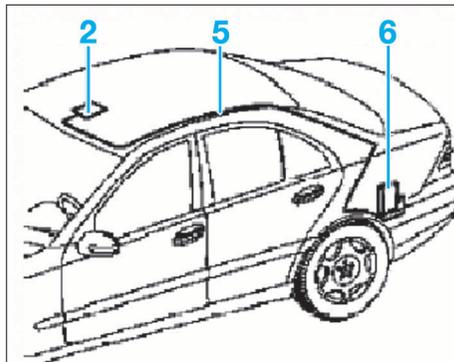

FIG. 54
- le faisceau de câblage principal (5) (Fig.54) de la garniture de pavillon.
- Débrancher les connecteurs de faisceau principal (5) sur le calculateur (6).
- Déposer le faisceau (5).